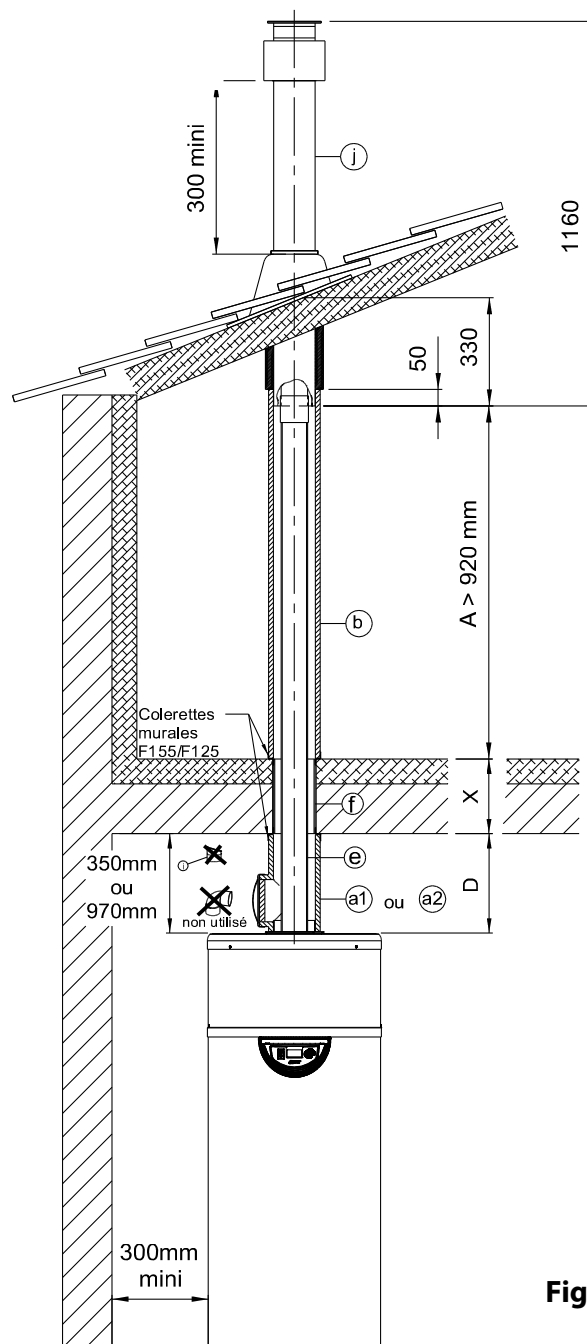
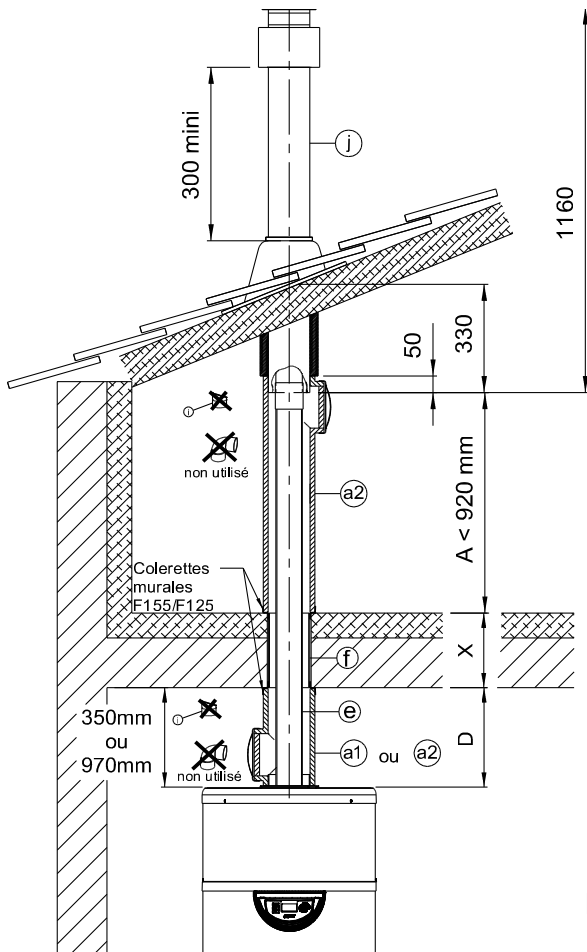

Fig.1
Fig.2
- dans le coude de la ventouse isolée (**rep.a2**) **Fig.2**
- dans l'allonge isolée Ø125mm (**rep.b**) **Fig.1**, puis dans le tube PVC Ø125, puis dans le coude de la ventouse isolée (**rep.a1** ou **a2**) (éventuellement rallongé [voir ci-dessous en fonction de la cote «D»]).
- **Si la longueur du tube PVC Ø80 ne permet pas de le passer par le dessus**, l'introduire dans le coude de la ventouse isolée (**rep.a1** ou **a2**) (éventuellement rallongé [voir ci-dessous en fonction de la cote «D»]), puis dans le tube PVC Ø125, puis selon le cas dans l'allonge isolée Ø125 (**rep.b**) **Fig.1** ou dans le coude de la ventouse isolée (**rep.a2**) **Fig.2**.
- Emboîter le tube PVC Ø80 sur le manchon PVC F/F Ø80 (selon le cas, par le tampon de la ventouse isolée (**rep.a2**) **Fig.2**. Faire coulisser le coude de la ventouse isolée (**rep.a2**) **Fig.2** ou de l'allonge isolée Ø125 (**rep.b**) **Fig.1** de 50mm sur le terminal vertical Ø80/125 en l'écrasant légèrement et verticalement.
- Selon le cas, emboîter la ventouse isolée (**rep.a2**) **Fig.2** ou l'allonge isolée Ø125 (**rep.b**) **Fig.1** dans la collerette murale F155/F125 supérieure.